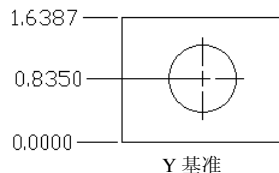

图 4-55 Y 基准坐标标注
(3) “Y 基准”选项主要用来测量 Y 坐标并确定引线和标注文字的方向,如图 4-55 所示。